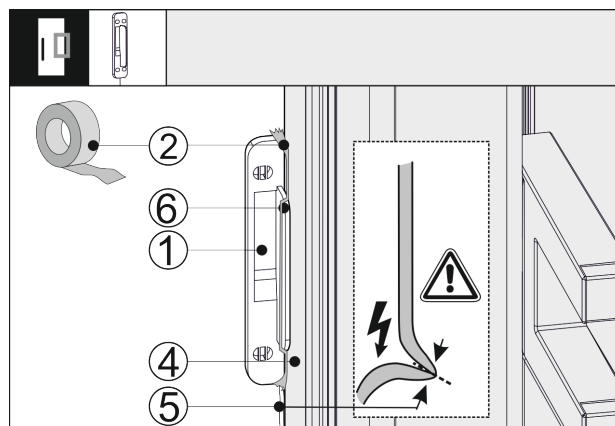

Fig. 43
- Applicare lateralmente il sensore di battito in testa Fig. 43 (1) sulla porta del dispositivo Fig. 43 (4), in modo che la battuta di arresto Fig. 43 (6) appoggi sulla porta del dispositivo Fig. 43 (4). Il cavo del sensore Fig. 43 (5) è leggermente teso e appoggia anche sulla porta del dispositivo Fig. 43 (4).
- Fissare il sensore di battito in testa Fig. 43 (1) con nastro adesivo Fig. 43 (2). Il sensore di battito in testa si avvitava dunque alla parte frontale del mobile.